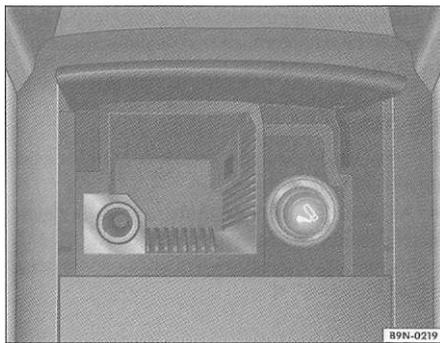

Fig. 76 Acendedor de cigarros ao lado do cinzeiro
- Pressione o acendedor de cigarros => fig. 76 para dentro =>